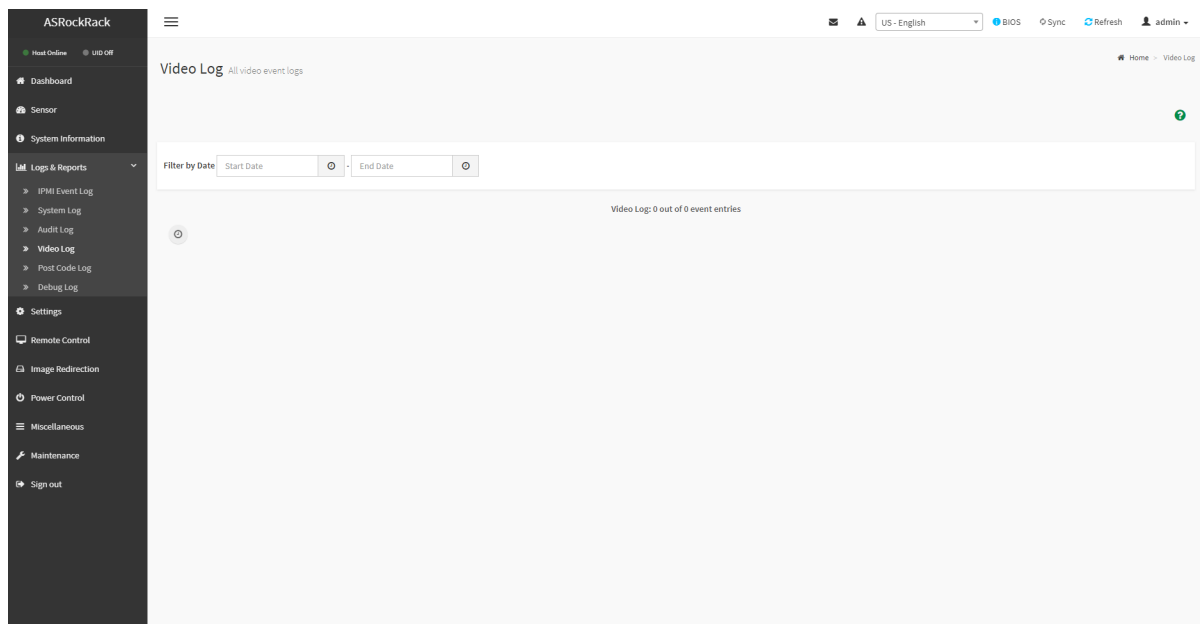

Рис. 75. Окно «Video Log»
- 5) Пройдите во вкладку «Logs & Reports» → «Video Log» в данной вкладке отображается информация о коде POST BIOS в сервере. Окно показано на рис. 75 Окно «Video Log»